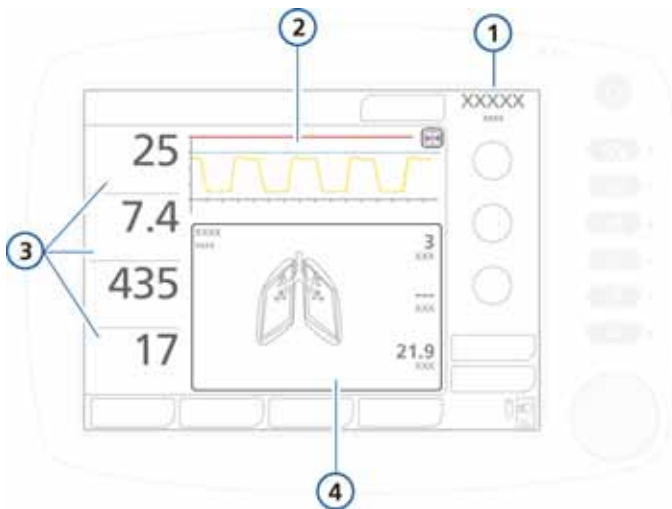

图 6-1. 主屏幕
在通气期间，可以在 HAMILTON-C2 呼吸机屏幕（图 6-1）上查看病人数据。可以使用不同的波形、环或趋势图，或者使用智能面板图表来配置屏幕布局以满足机构需求。用户可以随时访问“监测”窗口而不影响呼吸输送。
- 压力 / 时间波形。图表会一直显示，并且是不可配置的。参见图 6-1 中的项目 4。